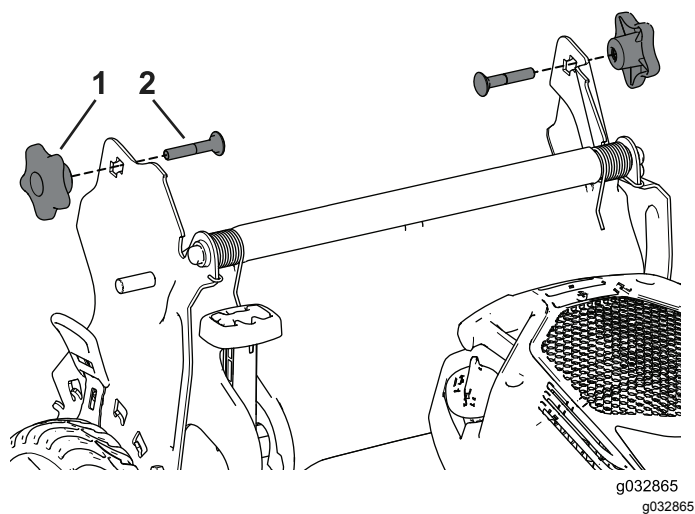

Figura 31
4. Inserte el perno de cuello cuadrado (con la cabeza del perno hacia el interior) a través del soporte del manillar y del orificio superior del extremo del manillar. Asegúrese de que los bordes cuadrados de cada perno de cuello cuadrado entre en el orificio cuadrado superior o inferior de su soporte del manillar relacionado (Figura 31).